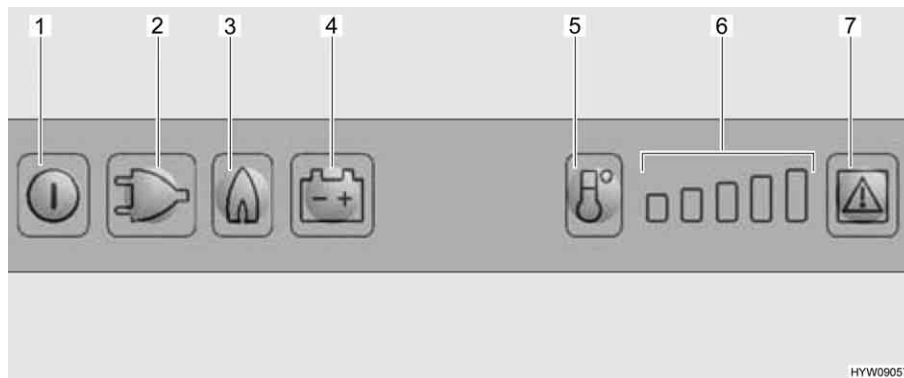

Fig. 180 Elementi di comando del frigorifero
- Premere il tasto On/Off (Fig. 180,1) per circa 2 secondi. Il frigorifero si accende. Si accende il tasto dell'ultima modalità di funzionamento.
- Eventualmente premere il tasto per la modalità di funzionamento "Gas" (Fig. 180,3). Il tasto si accende. L'alimentazione del gas è ora aperta. L'accensione avviene automaticamente. È udibile un ticchettio fino a quando procedura di accensione non è stata portata a termine.
- Regolare la temperatura di raffreddamento con il tasto di selezione dei gradi di temperatura (Fig. 180,5).
- Eventualmente premere il tasto della modalità di funzionamento "230 V" (Fig. 180,2). Il tasto si accende.
- Eventualmente premere il tasto della modalità di funzionamento "12 V" (Fig. 180,4). Il tasto si accende.